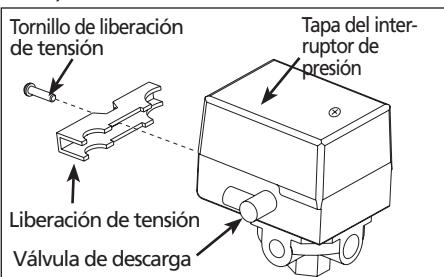

Figura 1
- Quite el tornillo de liberación de tensión y el liberador de tensión para separar completamente el conjunto del cable del cuerpo del interruptor (vea la figura 1).